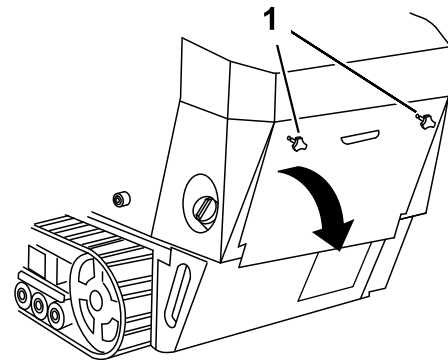

Figura 3
1. Svitare le 2 manopole che fissano il coperchio di accesso posteriore alla macchina (Figura 3).
2. Inclinate il coperchio di accesso posteriore verso il basso (Figura 3) e rimuovetelo per accedere ai componenti interni.